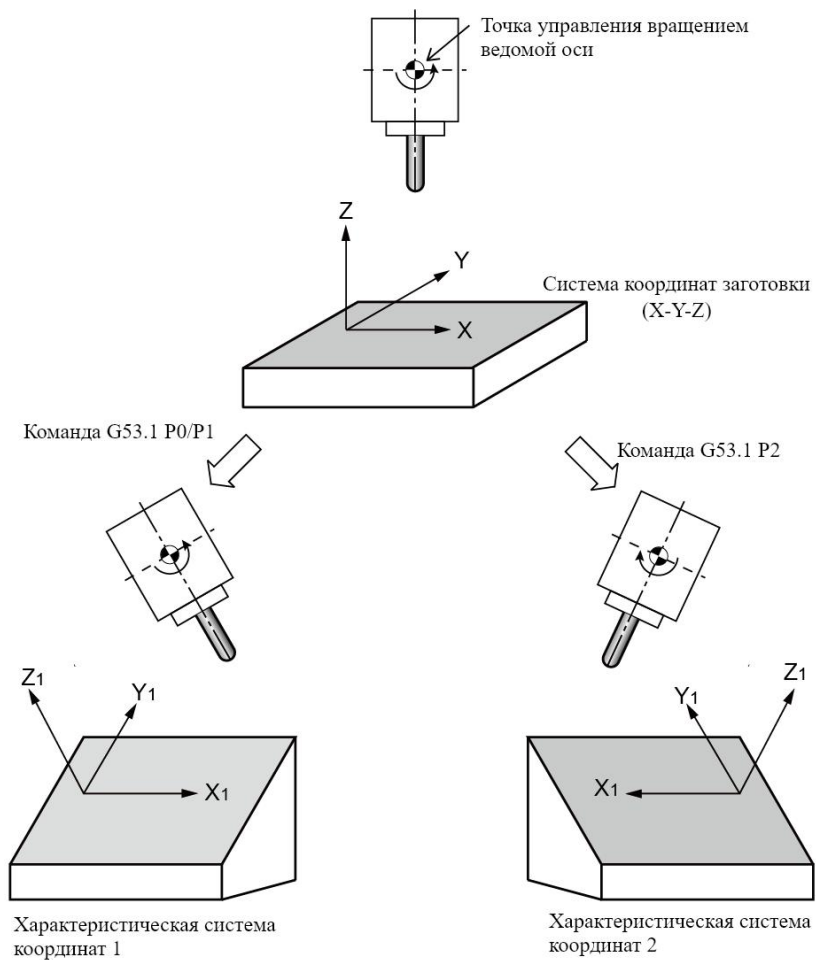

Рис. 16-8 Выбор направления движения
- (1) Команда G53.1 может быть выполнена только по модальности G68.2.
- (2) Когда команда G53.1 управляет осевым направлением инструмента, только ось вращения движется, ось перемещения X/Y/Z не двигается, поэтому направление оси инструмента становится направлением Z+ системы координат характеристик.
- (3) В обычном случае G53.1 для позиционирования по направлению оси инструмента, способ движения оси вращения имеет два решения. Применяется опутная команда P, чтобы выбрать, какое решение использовать для позиционирования по направлению оси инструмента. P0/1: применяется положительное решение для второй оси вращения, P2: применяется отрицательное решение для второй оси вращения. При отсутствии ввода команды P по умолчанию используется P0/1, как показано на рис. 16-8.
- (4) При позиционировании оси инструмента G53.1, ось вращения станка может быть перемещена, необходимо поднять инструмент на безопасную высоту и выполнить действие G53.1 во избежание вмешательства в заготовку.
- (5) G53.1 не может быть указана в следующих модах: G02/G03, G12 полярные координаты, G41/G42, G43.4/G43.6, G66, G81 и другие фиксированные циклические модальности, G68/G51/G51.1 вращение/зеркало/масштабирование.